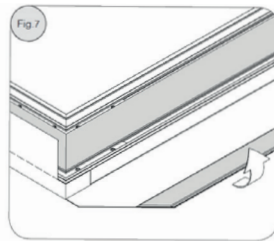

Afb. 11
**Let daarbij op een goede uitlijning van het frame en het projectiedoek in de hoeken (afb. 11).** Voer deze stappen nu aan de tegenoverliggende kant uit en probeer het projectiedoek daarbij zo ver mogelijk te spannen terwijl u het met de klittenbandstrook fixeert.